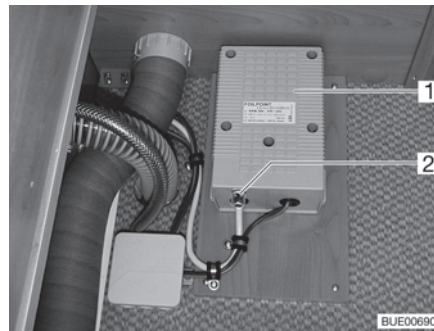

Fig. 145 Trasformatore per riscaldamento elettrico del pavimento
Il trasformatore (Fig. 145,1) per il riscaldamento elettrico del pavimento a seconda dei modelli è inserito nella cassapanca o nel cassone letto.
In caso di sovraccarico del trasformatore, si attiva la protezione contro il surriscaldamento. Il perno (Fig. 145,2) scatta all'infuori.
- Una volta raffreddato il trasformatore, premere il perno (Fig. 145,2) della protezione contro il surriscaldamento.